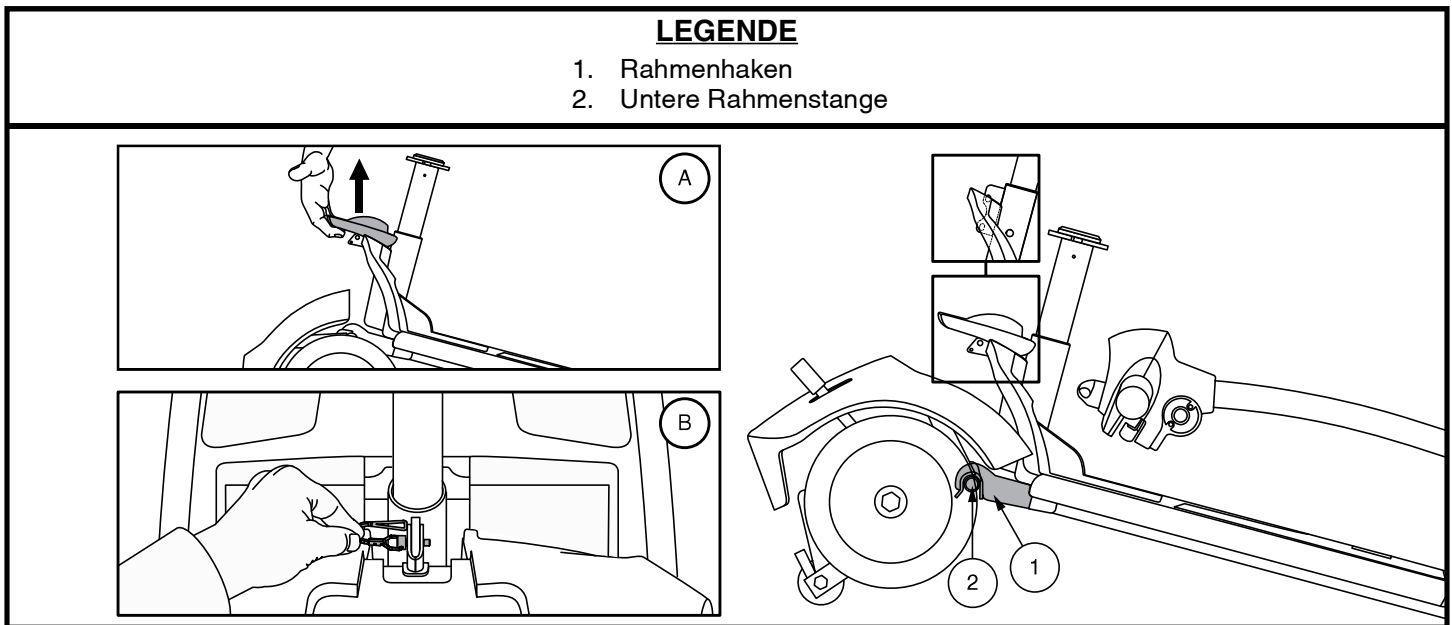

Abb. 33. Rahmenverriegelungshebel (Stil A) and Rahmenverschluss (Stil B)
4. Trennen Sie vorsichtig die beiden Teile. **Siehe Abb. 33.**
HINWEIS: Kippen Sie den hinteren Teil des Elektromobils vor dem Zusammenbau etwas nach hinten auf die Stützräder, wie in Abb. 33 gezeigt.
1. Benutzen Vorderteils den Rahmenverriegelungshebel (oder das Hinterteil an der Sitzstütze anheben für Modelle 29, 36, 336, 83 und 84) Sie zum Anheben und richten Sie die Rahmenhaken des Vorderteils an der unteren Rahmenstange des Heckteils aus. **Siehe Abb. 33.**
2. Wenn sich die Rahmenhaken über der unteren Rahmenstange befinden, senken Sie das Vorderteil ab und drehen gleichzeitig das Heckteil. Bei den Modellen 39, 40, 44, 40LX, 40X, 44X, 40E, 44E, 44LX, 50LX, 50LXLIT, 54LX, 54LXLIT, 53, 53HD, 54, 54HD, 73, 74 und Jazzy ZTS greift dadurch automatisch die Rahmenverriegelung. Bei den Modellen 29, 36, 336, 336, 83 und 84 müssen Sie zum Abschluss der Rahmenmontage außerdem den Rahmenverschlussstift wieder anbringen. **Siehe Abb. 33.**